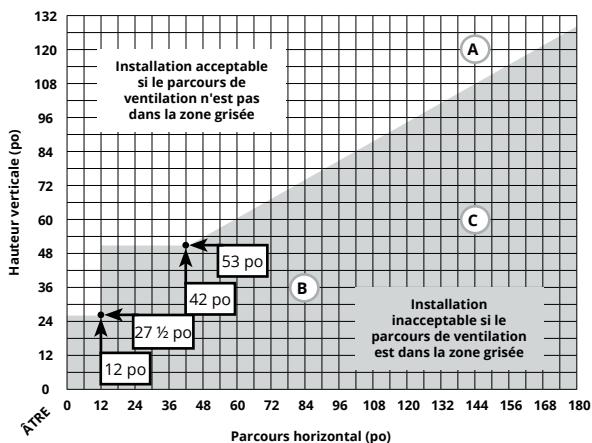

Figure 11. PL42DF \* Graphique du système de ventilation au gaz naturel ou au propane avec évént arrière et chapeaux muraux
Mesurez la hauteur verticale depuis l'âtre du foyer vers le centre du chapeau et le parcours horizontal depuis le col du conduit du foyer jusqu'à la bride murale du chapeau. Tracez le graphique du système de ventilation avec un « X » sur la figure 11 ou 11.b.
- Les parcours de ventilation doivent respecter les limites indiquées dans les graphiques du système de ventilation (voir les figures 11 ou 11.b).
Figure 11.b Parcours droit, évént arrière, chapeau mural. Le parcours de ventilation doit être conforme au graphique du système de ventilation avec évént arrière et chapeaux muraux (figure 11). REMARQUE : L'option d'évént arrière passant directement dans le mur est offerte pour les foyers au Gaz Naturel seulement.
Figure 11.c Installation d'un système de ventilation à plusieurs coudes avec évént arrière et chapeau mural. Le parcours de ventilation doit être conforme au graphique du système de ventilation avec évént arrière et chapeaux muraux (figure 11.b).